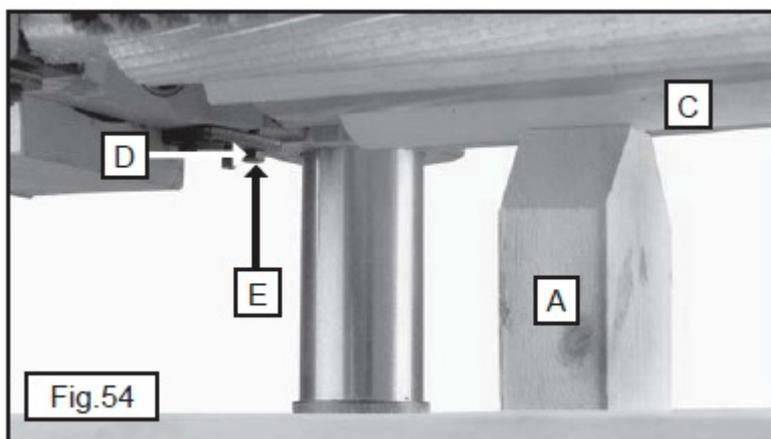

Рис. 54
3. Переместить калибр (A), рис. 54, без щупа под один конец выводного ролика (C). Низ выводного ролика (C) должен касаться верха калибра (A).
4. Для регулировки ослабить гайку (D), рис. 54, и поворачивать регулировочный винт (E) до тех пор, пока выводной ролик не будет надлежащим образом отрегулирован. Затянуть гайку (D).